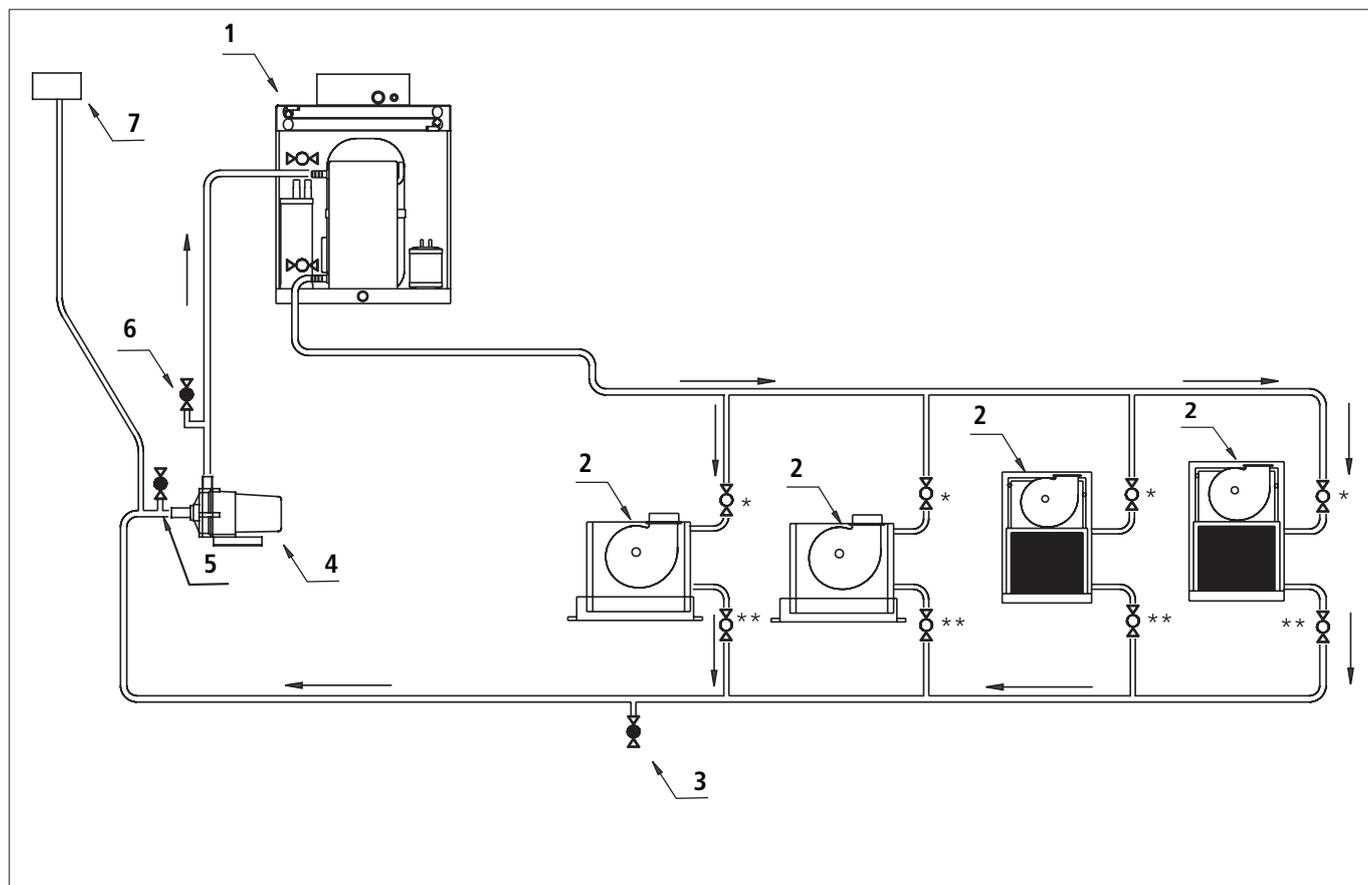

Fig.8 Esempio di circuito dell'acqua fredda sistema aperto: 1 unità Chiller e 4 ventilconvettori
▶ Montare le condotte dell'acqua fredda come da Fig.8 o Fig.23.